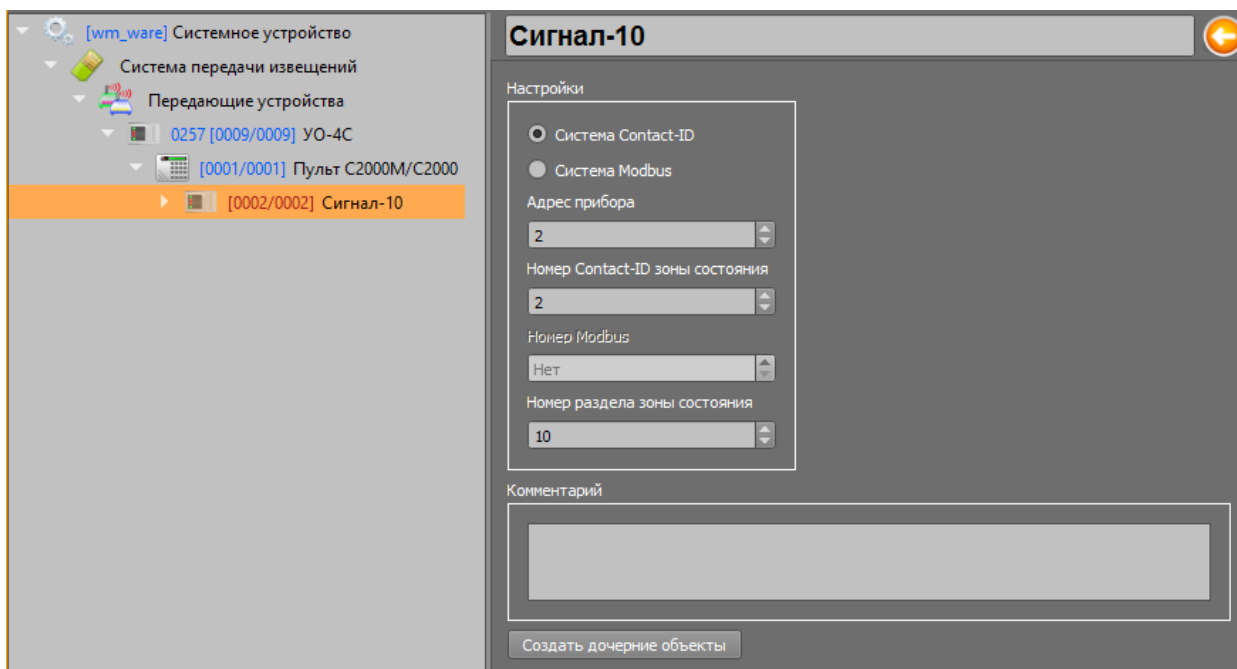

Рисунок 36 Свойства объекта "Прибор"
- в. В свойствах объекта «Прибор» (рис.36) укажите адрес прибора по 485й линии (должен отличаться от адреса пульта С2000М и самого УО-4С). В качестве системы адресов укажите «Система Contact-ID» (по умолчанию).